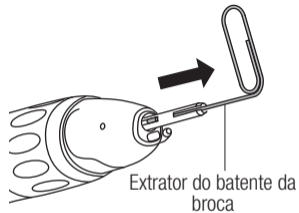

Fig. 4
- 2) Introduza o extrator do batente da broca fornecido no sistema de fixação. Retire o batente da broca engatando na ranhura do batente da broca. (Fig. 4)